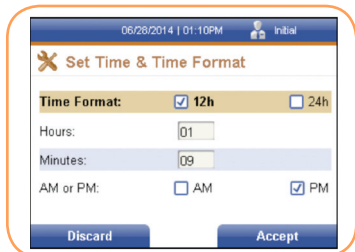

FIGURA 10
- Pulse la tecla programable derecha para seleccionar Hora y formato de hora. Se muestra la pantalla Ajuste de hora y formato de hora (Figura 10).